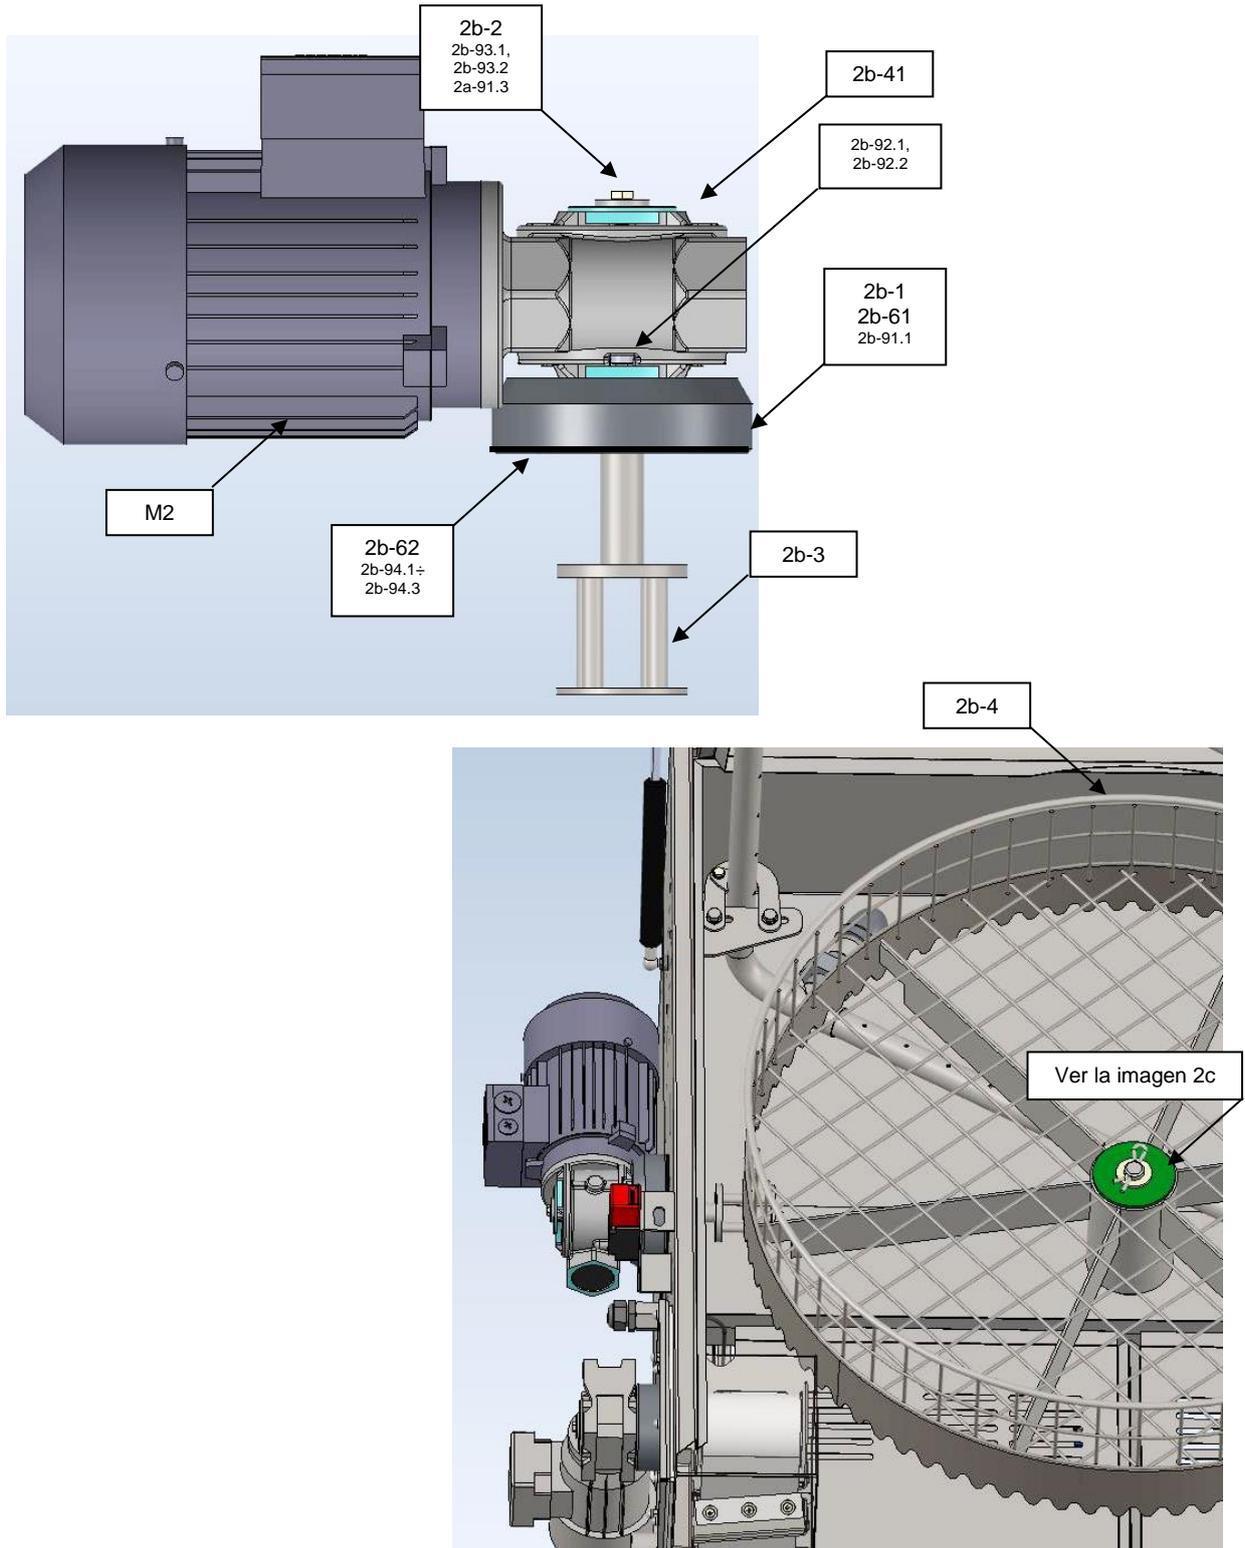

Imagen 2b. Vista de las partes del accionamiento de la cesta
La limpieza de las piezas tiene lugar después de haberlas colocado en la cesta (pos. 2b-5) (ver la imagen 2b, 2c). La cesta consiste en una estructura circular de alambre con un fondo reforzado. El centro de la cesta está formado por un tubo montado sobre un denominado perno soporte (pos. 2c-1) (ver la imagen 2c). La parte superior del perno, que pasa a través de una arandela de plástico y metal (pos. 2c-91.1 y 92-1): se enrosca un orificio para el perno y se asegura con una chaveta (pos. 2c-93.1) que sujeta la cesta a la cubierta.
La transmisión de la velocidad desde la caja de cambios (pos. 2b-41, M2) (ver la imagen 2b) al piñón se realiza mediante el eje (pos. 2b-2), que está alojado en una caja de rodamientos (pos. 2b-1). El eje de transmisión se introduce en el alojamiento de la caja de cambios y se asegura contra el desplazamiento mediante un tornillo y una arandela (pos. 2b-93.1 y 2b-93.2). En el lado opuesto está asegurado por un anillo de retención seger (pos. 2b-91.1) insertado en una ranura del eje. El eje está sellado contra las fugas de líquido en las partes internas de la carcasa por un casquillo (pos. 2b-61). En el extremo del eje se coloca un pasador (pos. 2b-3).